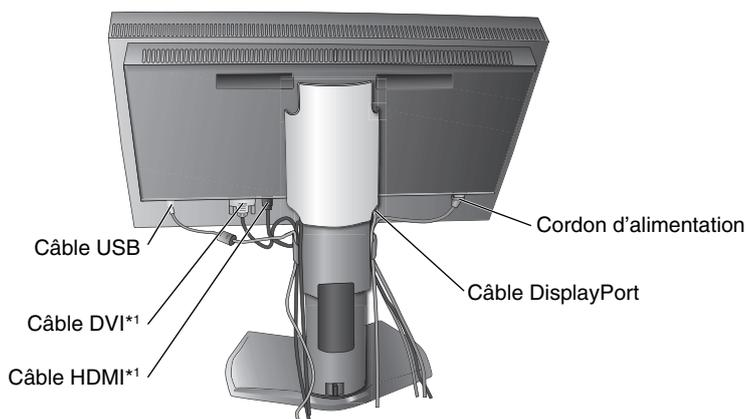
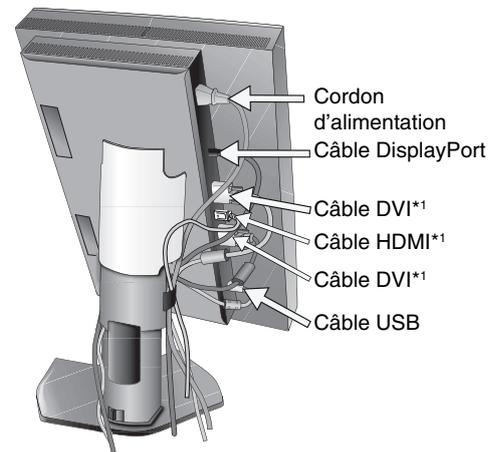

Figure C.2
Figure C.3
5. Pour que les câbles restent bien organisés, disposez-les dans le cache-câbles intégré au support. Placez les câbles dans les crochets fermeture et à une distance égale (**Figure C.2 et Figure C.3**).